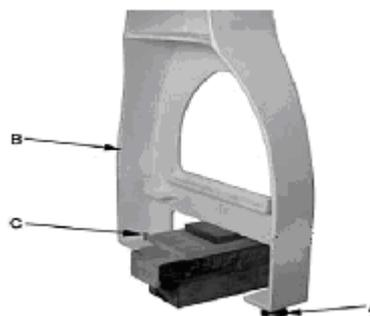

Рис.2
3. Поднимите конец задней бабки токарного станка достаточно высоко, чтобы просунуть несколько кусков лома древесины под ножку, см. Рис. 2.
4. Резьбовые регулируемые ножки (А, Рис. 2) в ножку стойки (Б, Рис. 2). На валу рядом с ногой есть плоское место, в которое поместится гаечный ключ. Навинтите шестигранную гайку (С, Рис. 2) на вал и оставьте его свободным на данный момент.